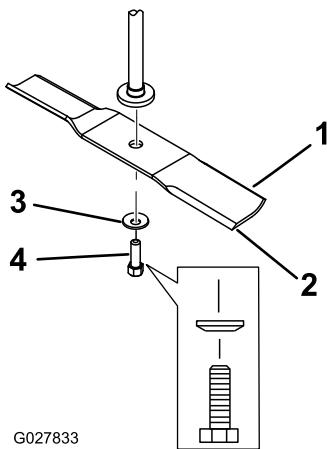

Figura 64
2. Togliete il bullone, la rondella curva e la lama dall'asse del fusello (Figura 64).
1. Montate la lama sull'asse del mandrino (Figura 64).
2. Montate la rondella curva (lato concavo verso la lama) e il bullone della lama (Figura 64).